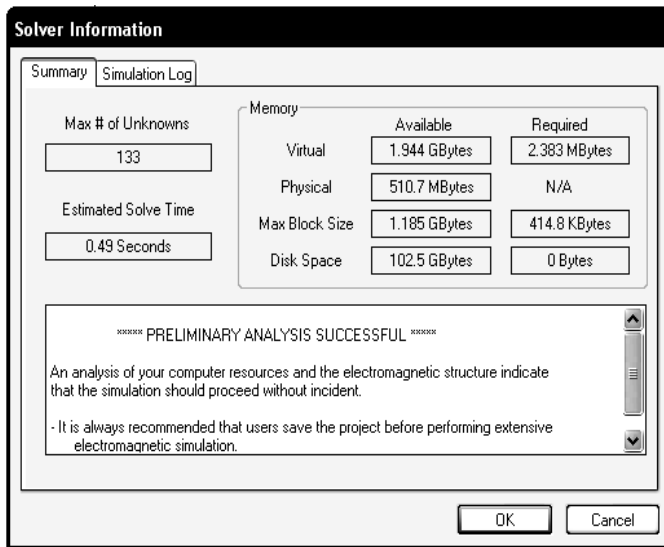

Рис. 5.23
- Дважды щёлкните левой кнопкой мышки по подгруппе **Information** (Информация) стержневого фильтра (**Interdigital Filter**) в группе **EM Structures**. Откроется диалоговое окно **Solver Information** (Информация решающего устройства). В этом окне (рис. 5.23) на вкладке **Summary** отображается доступное (**Available**) и необходимое (**Required**) количество памяти на компьютере для моделирования и оценочное время анализа. Ознакомившись с этими данными, закройте окно, нажав **OK**.